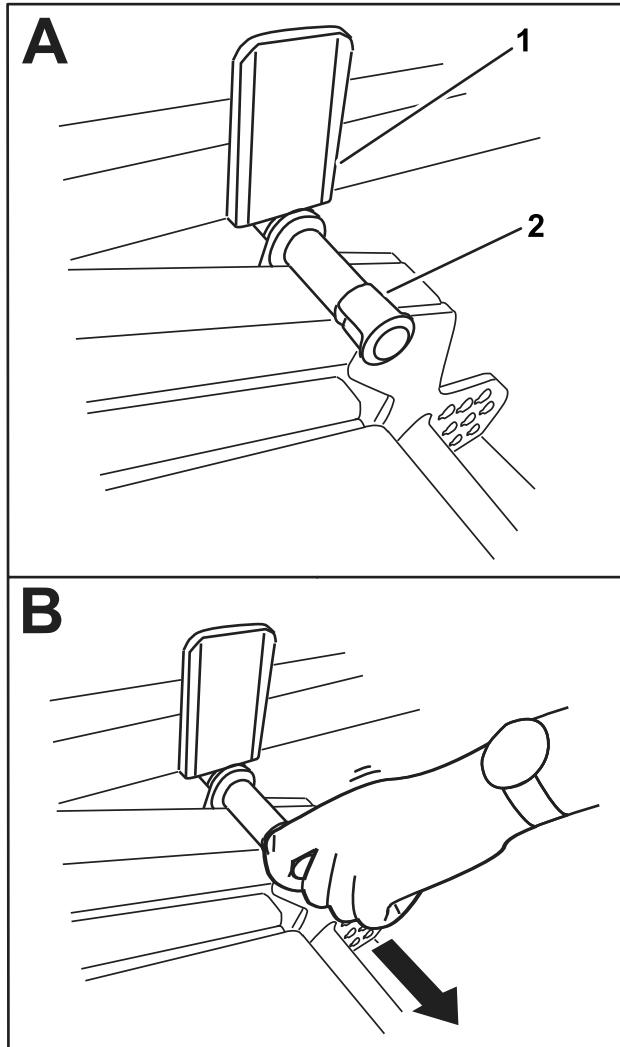

Figure 35
2. Faites pivoter l'unité de coupe lentement vers le bas jusqu'à ce que la goupille touche la plaque du bras de levage (A de la Figure 35).
3. Appuyez sur l'unité de coupe avec le pied et tirez sur la goupille (B de la Figure 35) pour permettre à l'unité de coupe de se stabiliser à la position TRANSPORT.